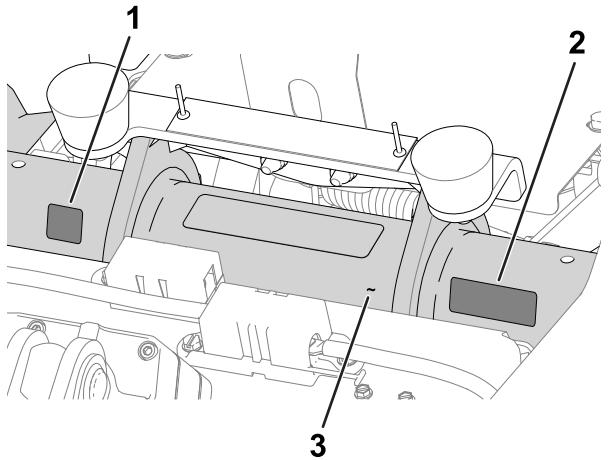

Figura 16
- Autocolante do ano de fabrico e autocolante CE/UKCA:** aplique os autocolantes no tubo da estrutura por baixo do banco e da placa do número de série; consulte a Figura 16.